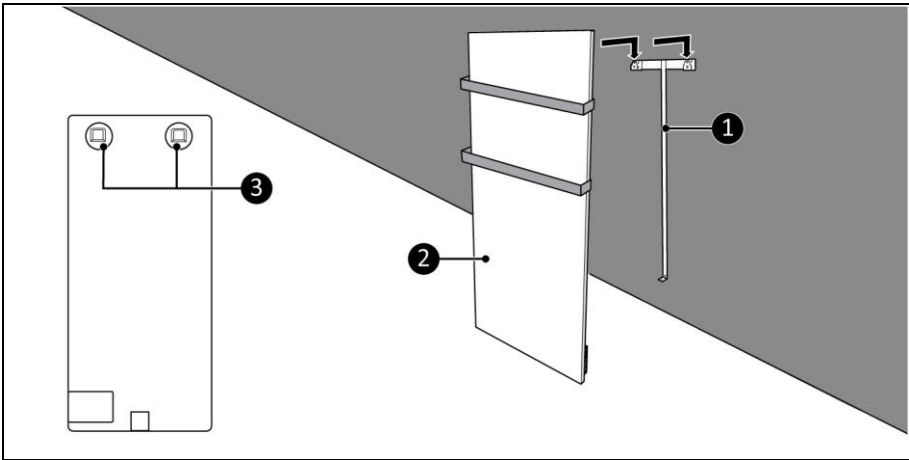

Abbildung 9
11. Platzieren Sie die Gerätehalterungen (Abbildung 9, Pos. 3) über die Wandhalterung (Abbildung 9, Pos. 1).
12. Lassen Sie das Gerät (Abbildung 9, Pos. 2) in die Öffnungen der Wandhalterung gleiten.